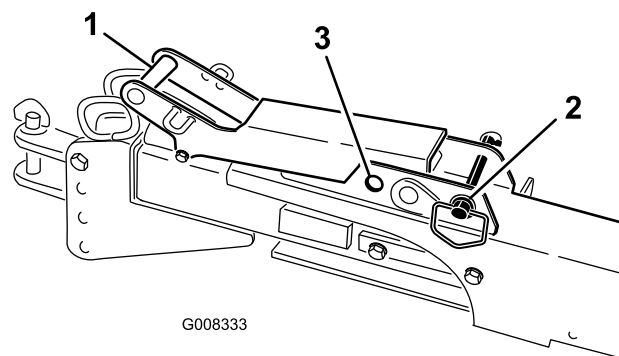

Рисунок 21
- A. Убедитесь, что штифт рукоятки защелки находится в разблокированном (заднем) положении (Рисунок 21).
Примечание: Заблокируйте сцепное устройство в выдвинутом положении, передвинув штифт рукоятки защелки в переднее (заблокированное) положение (Рисунок 21).